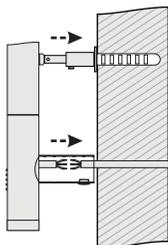

Рис.8
5.2.4. Произвести «черновой» монтаж полотенцесушителя (рис. 8).